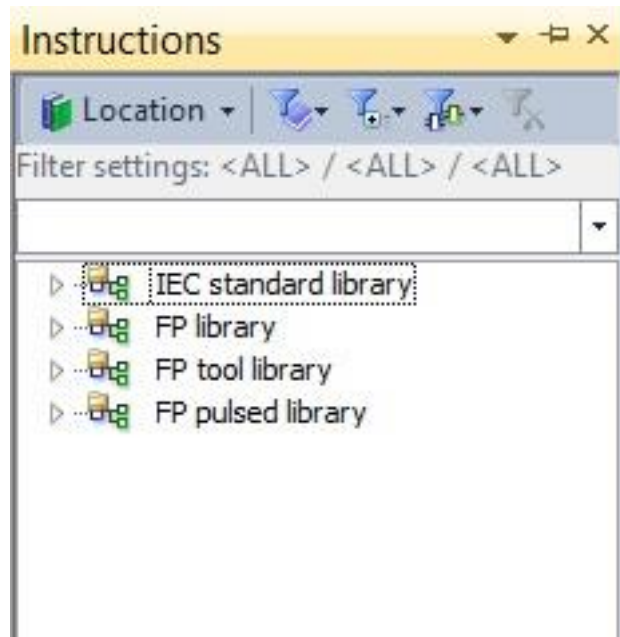

Figura 1-26 Deschidere bibliotecă FPLWIN Pro
2. Selectare icoană  din bara de instrumente pentru a deschide fereastra *Instructions* din figura 1-26.